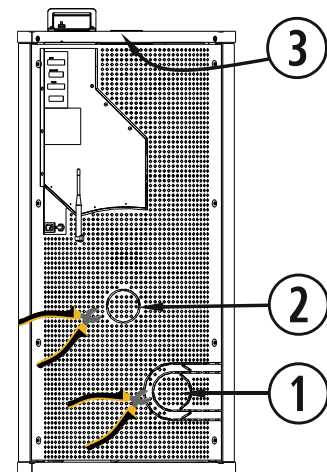

Figura 5
**No DIFLUX:** Retirar la protección del extractor (①) y del tubo de entrada de aire (②). *Figura 5*
**DIFLUX:** Retirar la tapa superior (③).